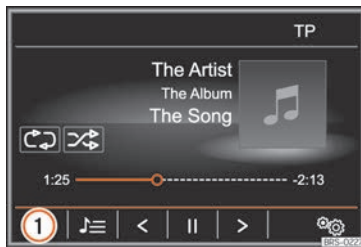

Abb. 205 Hauptmenü MEDIA.
- Im Hauptmenü *Medien* die Funktionsfläche **QUELLE** »» Abb. 205 antippen und die gewünschte Medienquelle wählen.